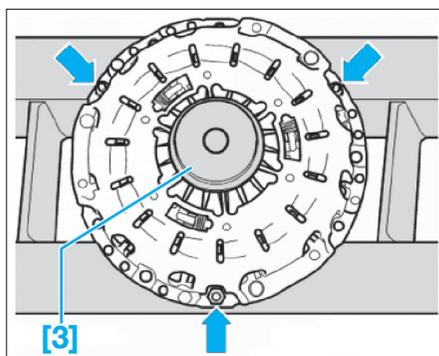

Fig. 7
- [3]. Disque de pression (pour moteurs Diesel avec montage LuK : ref. T10097) (Fig.7).
- Placer le plateau de pression sur une presse d'atelier de manière à ce que seules les trois têtes de vis soient en appui (Fig.7).